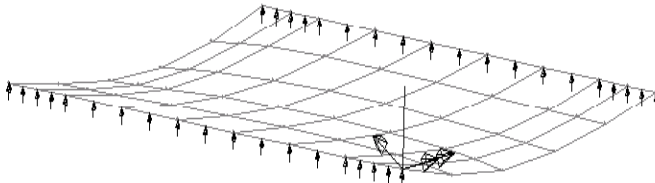

Fig. 47
- pe ecran este afișată structura în poziție deformată corespunzător cazului activ de încărcare (cazul 1) (fig. 47)